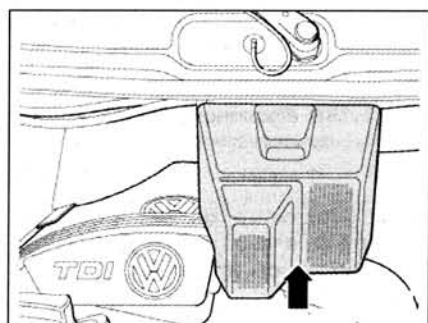

Рис. 1.125. Отсоедините крышку (стрелки) и снимите, переместив ее вперед.
1. Отцепите крышку (стрелки) и снимите, переместив ее вперед (рис. 1.125).
8. Установите крышку (стрелка) и закрепите ее фиксаторами (рис. 1.125).